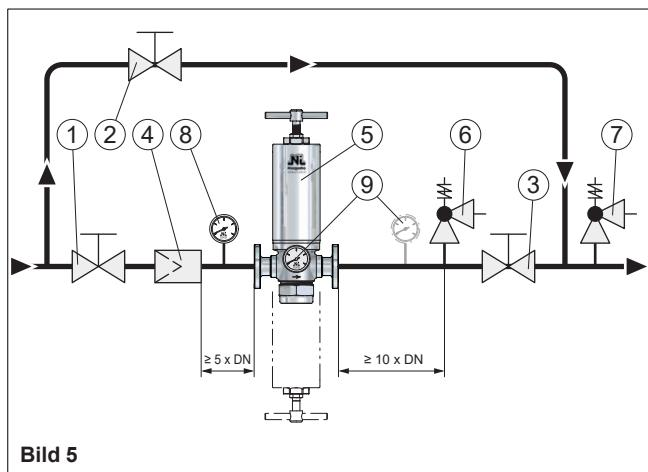

Bild 5
Die Bilder 1 - 4 zeigen die häufigste Art der Montage eines Druckminderventils in die Rohrleitung. Bei betriebswichtigen Anlagen, bei denen nach evtl. Defekt des Druckminderventils ein nicht vertretbarer Ausfall nachgeschalteter Verbraucher entstehen würde, ist eine absperrbare Umführungsleitung (Bild 5 - 6) vorzusehen. Im Falle einer Störung kann über die Umführung ein Notbetrieb aufrechterhalten werden.
Befindet sich zwischen dem Druckminderventil (5) und dem Sicherheitsventil (7) ein Absperrventil (3), z.B. bei Einbau mit Umführungsleitung (Bild 5 - 6), so kann ein weiteres Sicherheitsventil (6) zum Schutz des Druckminderventils erforderlich werden. Das ist dann der Fall, wenn der Vordruck größer ist als der maximal zulässige Druck im Hinterdruckteil des Druckminderventils. Der Ansprechdruck dieses Sicherheitsventils sollte mindestens 10% über dem Ansprechdruck des Anlagen-Sicherheitsventils (7) liegen. Er darf jedoch nicht höher als der Nenndruck der Austrittsseite des Druckminderventils sein. Ferner ist seitens des Anlagenbetreibers dafür zu sorgen, dass das Medium, welches bei Beschädigung der Steuerkolben-Dichtung bzw. der Membrane aus der Federhaube austritt, keine Gefahren verursacht. Erforderlichenfalls muss an der Federhaube eine Leckageleitung angeschlossen werden.